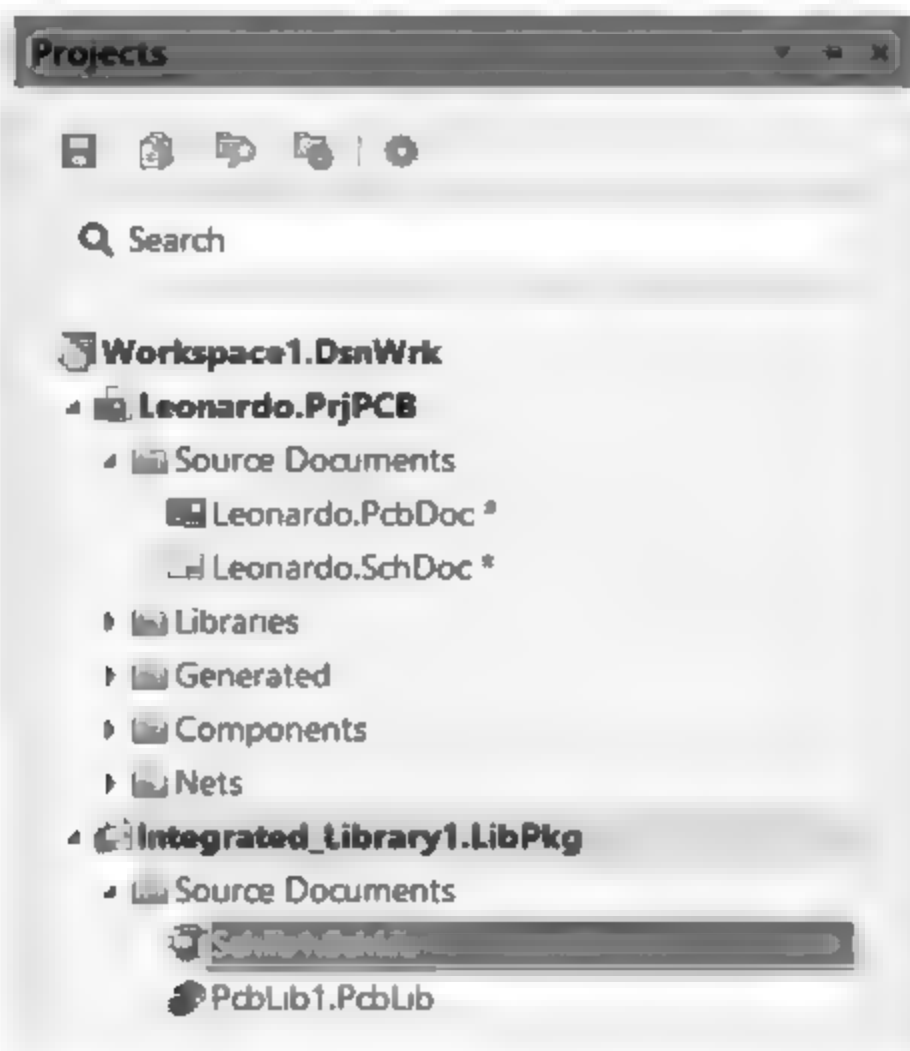

图 7-1 添加原理图文件和 PCB 文件以及集成库文件
(1) 执行菜单栏中“文件”→“新的”→“项目”命令,创建一个新的工程文件 Leonardo.PrjPCB,保存到相应的目录。
(2) 在 Leonardo.PrjPCB 工程文件上单击鼠标右键,在弹出的快捷菜单中执行“添加新的...到工程”命令,选择需要添加的原理图文件和 PCB 文件以及集成库文件,如图 7-1 所示。